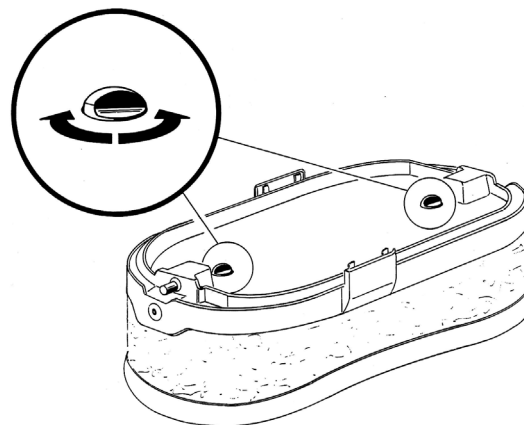

figure 2
**10** Il est possible de bloquer le couvercle en tournant les deux clefs placées sur le fond du couvercle même. (voir figure 2)